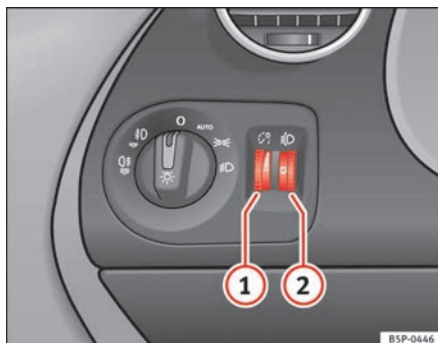

Abb. 84 Scheibenwischer- und Scheibenwascherhebel
Der Scheibenwischerhebel  $\Rightarrow$  Abb. 84 hat folgende Stellungen:
- Wenn bei eingeschalteter Wischerstufe ⇒ Seite 127, Abb. 84  oder  das Fahrzeug anhält, wird automatisch auf die nächste Stufe heruntergeschaltet. Fährt das Fahrzeug wieder an, wird erneut auf die eingestellte Wischerstufe hochgeschaltet.